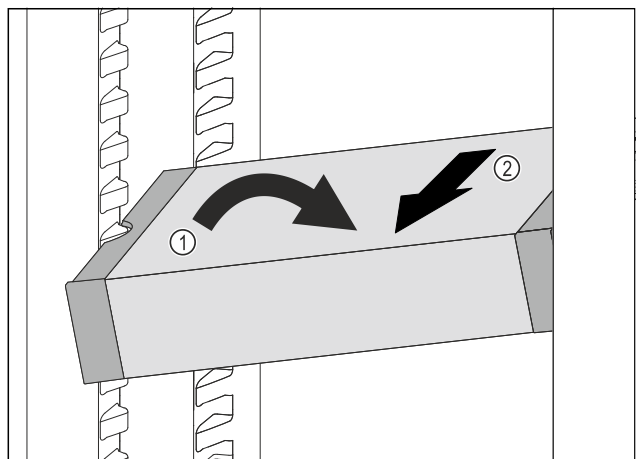

Fig. 86
- ▶ Встановити VarioSafe під кутом в охолоджувальному відділенні. Fig. 86 (1)
- ▶ Витягнути VarioSafe вперед. Fig. 86 (2)